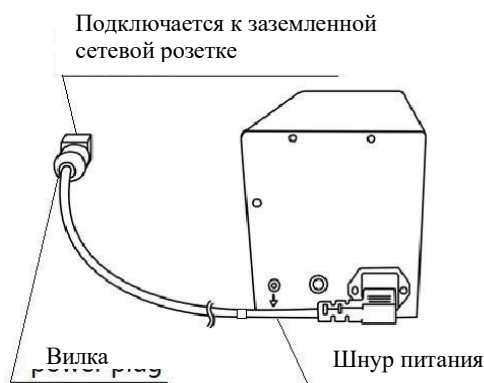

Рисунок 3.4
2. С помощью специального ключа подсоедините адаптер шланга для подачи медицинского газа к впускному отверстию для газа CO_2 на задней панели инсуффлятора CO_2 и надежно затяните его. Затяните с усилием около $24,5 \text{ Н} \cdot \text{м}$ ($2,5 \text{ кгс} \cdot \text{м}$) (Рисунок 3.4).
4. С помощью прилагаемого ключа подсоедините адаптер шланга баллона для инсуффлятора CO_2 к впускному отверстию для CO_2 на задней панели инсуффлятора CO_2 и надежно затяните его. Затяните с усилием около $24,5 \text{ Н} \cdot \text{м}$ ($2,5 \text{ кгс} \cdot \text{м}$) (Рисунок 3.4).
- 3 Подсоедините вилку питания непосредственно к 3-контактной розетке переменного тока больничного класса (сетевой розетке) в соответствии с требованиями к электропитанию, указанными на табличке электрических характеристик на задней панели инсуффлятора СО₂ (Рисунок 3.4).